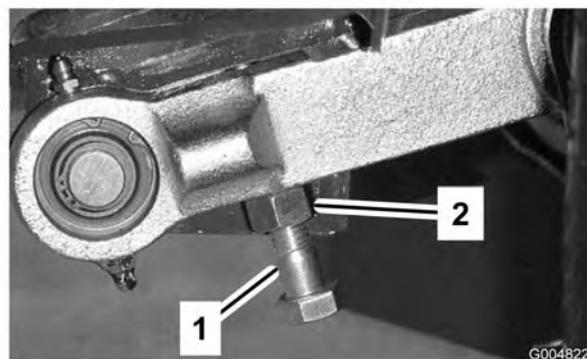

Figura 25
3. Para ajustar la distancia, localice el perno de ajuste del acoplamiento basculante trasero de la unidad de corte (Figura 25). Afloje la contratuerca del perno de ajuste. Afloje o apriete los pernos de ajuste hasta obtener